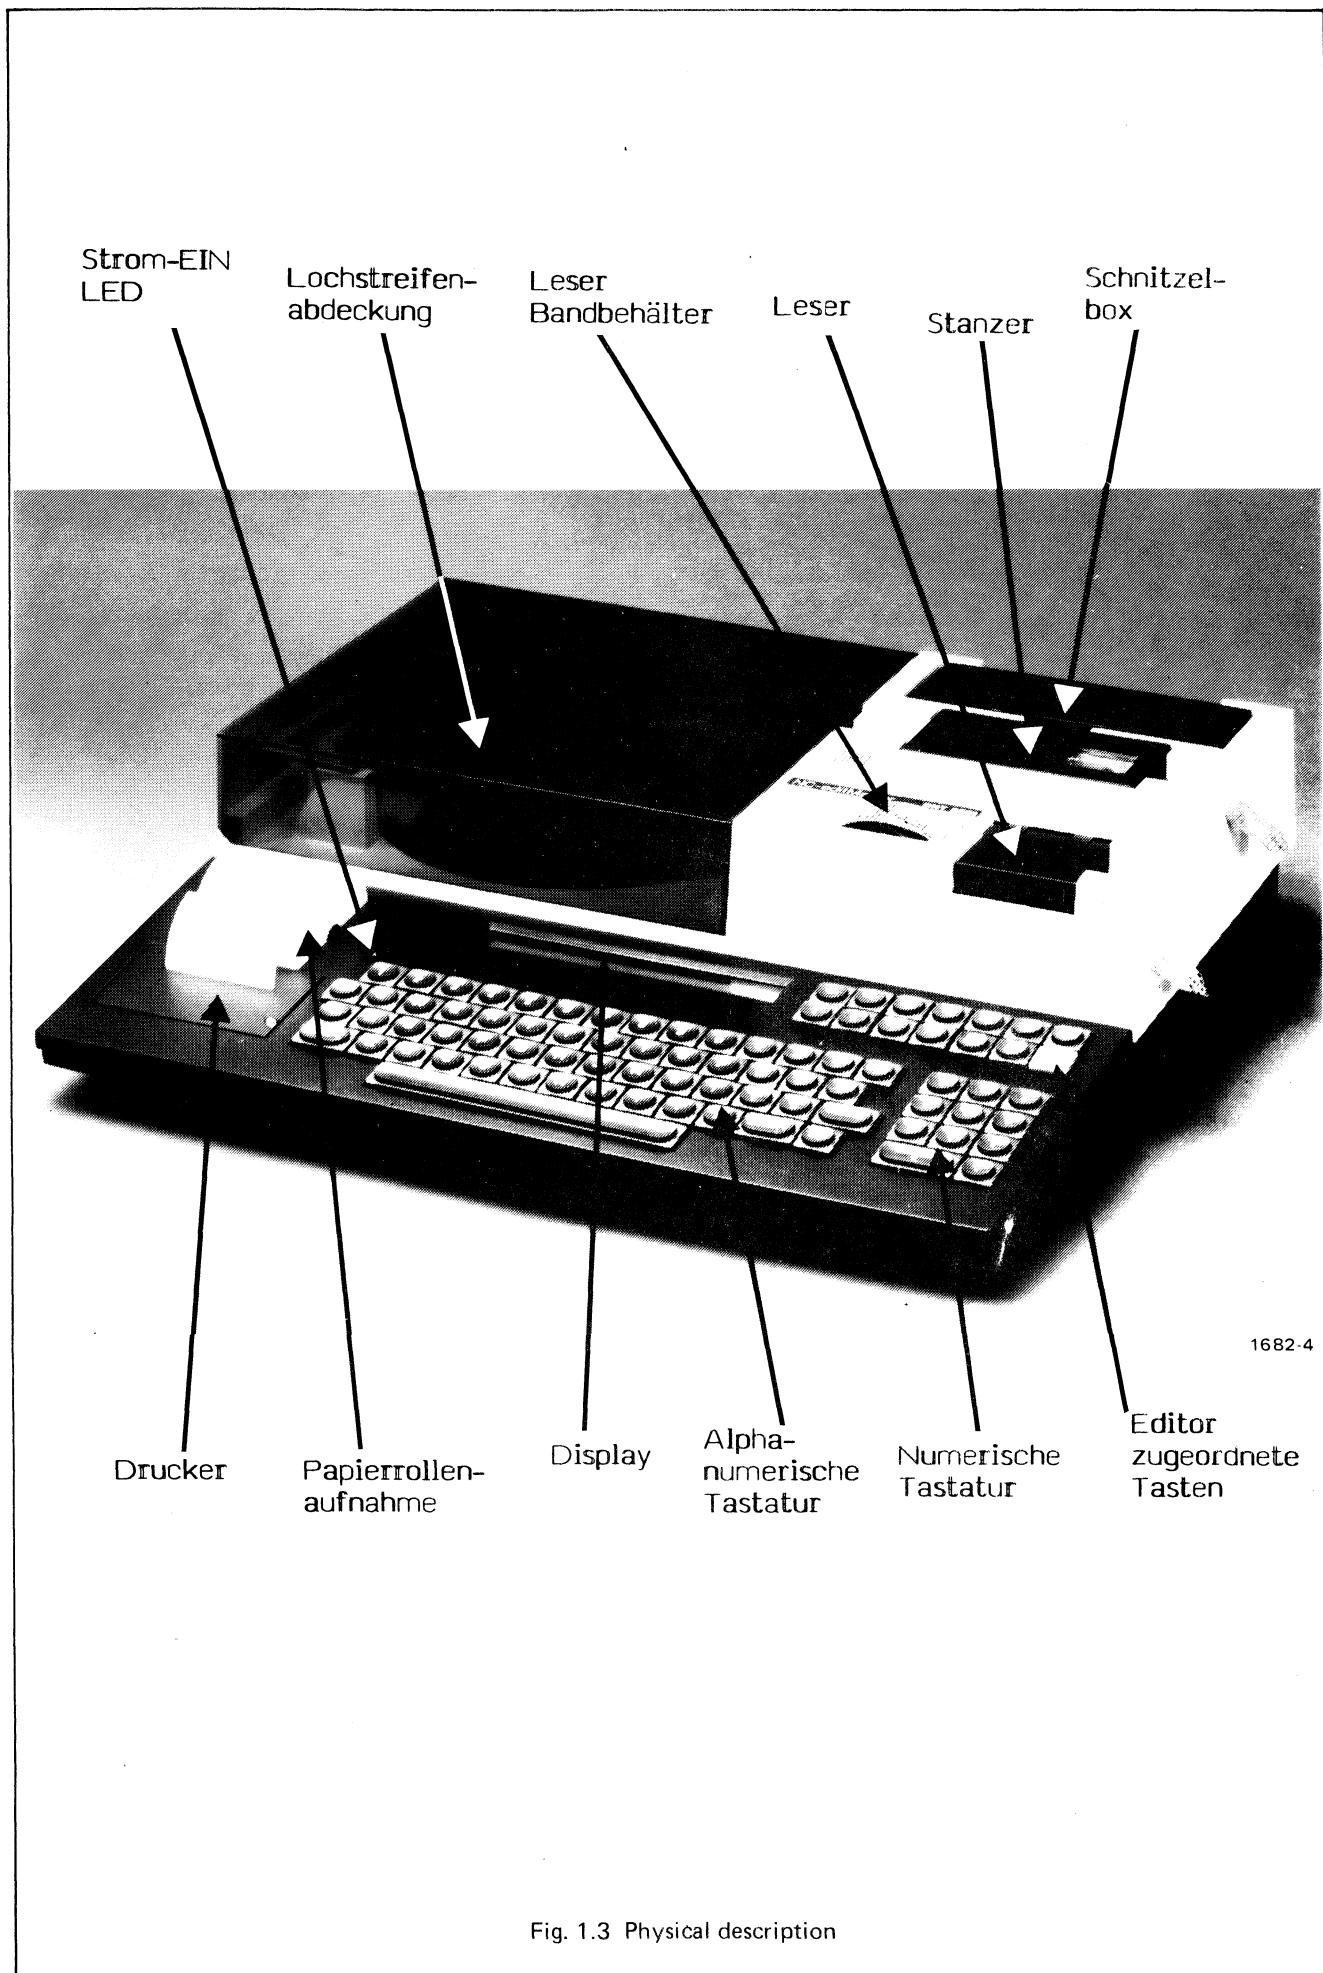

Fig. 1.3 Physical description
1.3 TECHNISCHE ANGABEN (s. Fig. 1.3)